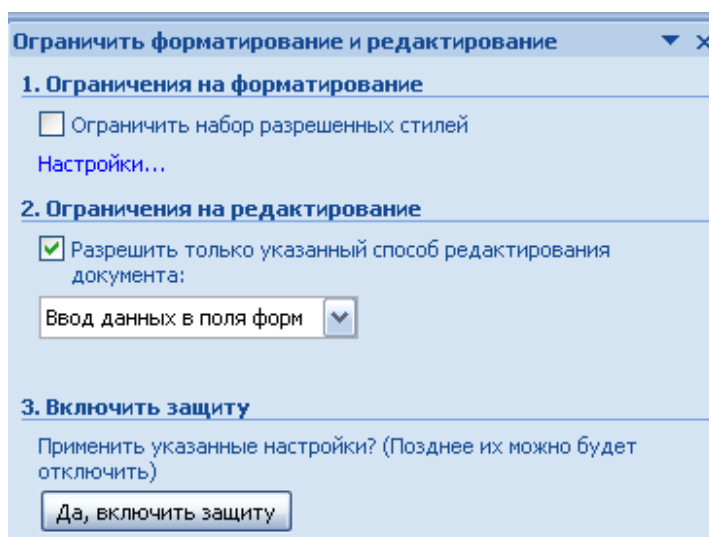

Рис. 18. Окно ОГРАНИЧИТЬ ФОРМАТИРОВАНИЕ И РЕДАКТИРОВАНИЕ
- в списке ограничений редактирования выберите пункт ВВОД ДАННЫХ В ПОЛЯ ФОРМ (см. рис. 18);